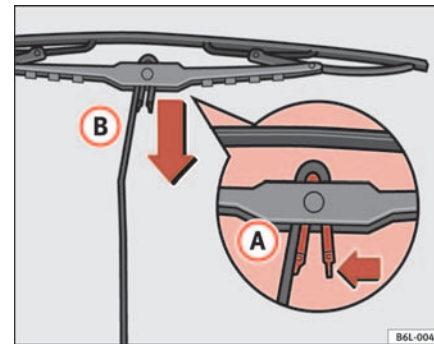

Abb. 125 Scheibenwischerblatt hinten auswechseln
- Drücken Sie die Sicherungsfeder in Pfeilrichtung **A** ⇒ Seite 193, Abb. 125.